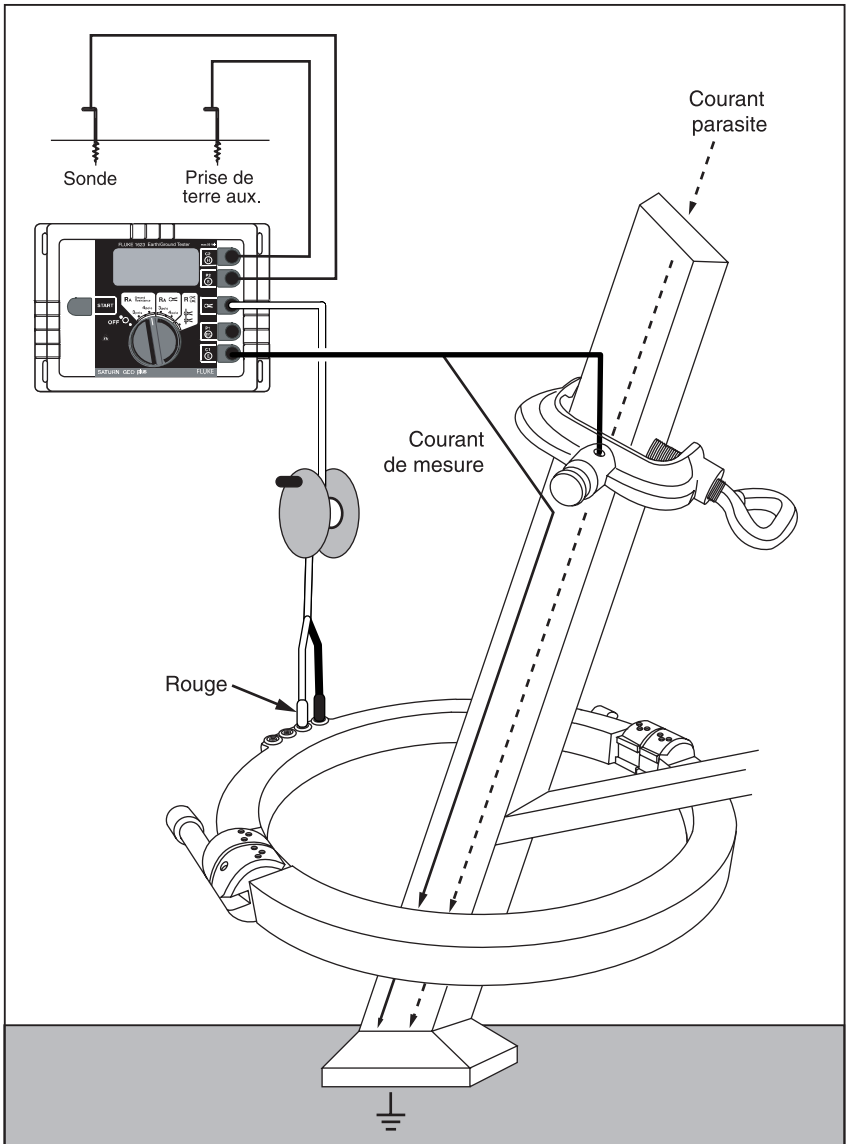

Figure 4. Configuration des mesures de test
1. Installez la pince de contact au pylône et serrez la fermeture de la pince. La pince de contact peut alors servir de point de branchement au cordon de mesure de prise de terre du testeur. Voir Figure 4.
2. Reliez un cordon de mesure entre le jack de prise de terre du testeur et la pince de contact. Branchez le cordon de mesure dans le trou alésé dans la pince et serrez la vis de réglage. Voir Figure 4.